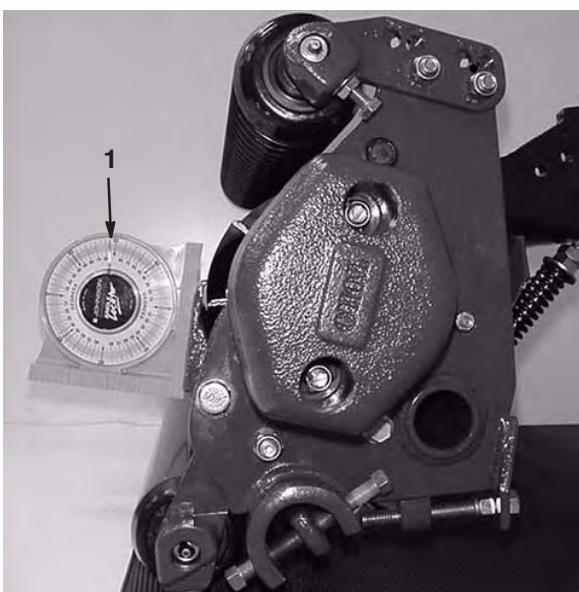

Bild 9
- Legen Sie einen Winkelmesser (Toro Bestellnummer 99–3503) auf das Untermesser und lesen Sie den Untermesserwinkel ab (Bild 9).